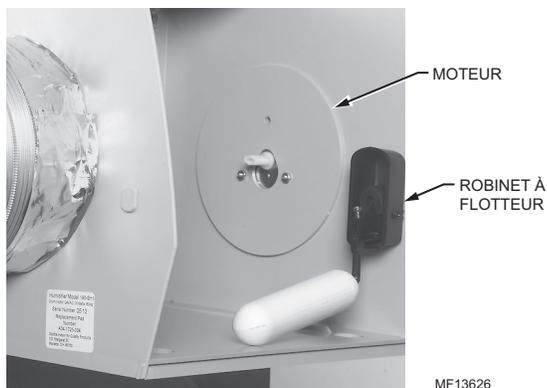

Fig. 24. Bon emplacement du robinet à flotteur.
6. installer le robinet à flotteur sur le boîtier de l'humidificateur, du même côté que la plaque du moteur. Voir la figure 24. Si le robinet à flotteur est déjà installé du même côté que la plaque du moteur, sauter cette étape.
- c. Installer le robinet à flotteur dans l'ouverture en D du même côté que le moteur. Voir la figure 24. Le flotteur doit être placé au bas.